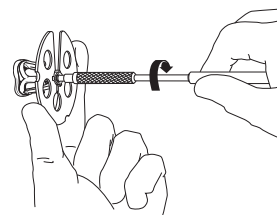

図11
3. 手袋をはめた手で、生体弁がまだ容器に入っている状態で弁のホルダにハンドルを差し込み、抵抗を感じるまで時計回りに回転させます。差し込んだハンドルを使ってクリップごと弁を容器から取り出します。手袋をはめた手でクリップを持ち、ハンドルをしっかりと取り付けます (図11)。このとき、弁そのものを持たないようにします。ハンドルを回転させている間は、力を入れすぎてクリップから生体弁が外れ、損傷することがないように注意します。